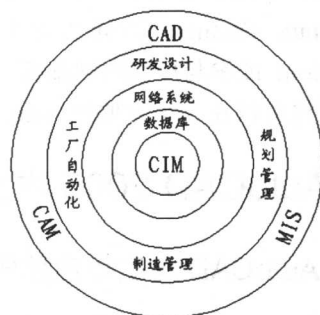

图 1-4
4. CIM (Computer Integrated Manufacturing): 计算机集成制造, CIM 的意义是以 CAD 及 CAM 为主要架构, 再辅以 MIS (Management Information System) 管理信息系统的结合应用, 集成可用资源 (数据库), 然后利用网络结合各种资源, 达到流程充分自动化的目的, 如图 1-4 所示。